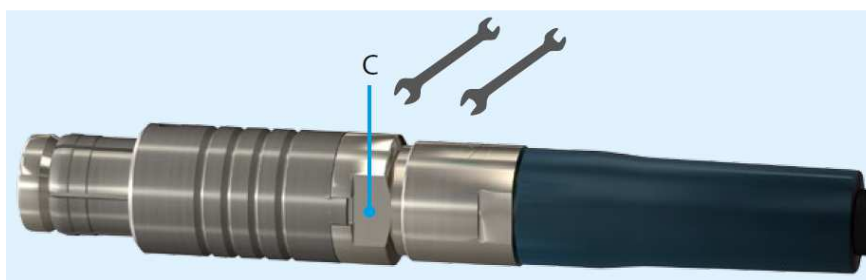

Рисунок 92
- выполнить затяжку резьбовых соединений от руки, стянуть трубку поз.10 на фиксирующую втулку поз.9 рисунок 92;